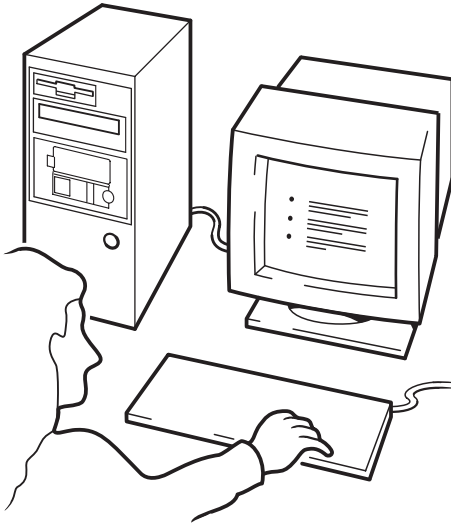

Figura 17c: HP OBDR, paso 3
- 3 Siga las instrucciones de la pantalla para configurar el sistema operativo (consulte la figura 17c). (Variarán en función del software de copia de respaldo utilizado.) Normalmente puede aceptar todas las respuestas predeterminadas a todas las indicaciones presionando <Intro>. La pantalla LCD mostrará el mensaje "Modo OBDR" mientras el cargador automático de cintas restaura el sistema operativo a un estado en el que pueda ejecutar una restauración de datos normal. Una vez se haya configurado y reiniciado el sistema operativo, el mensaje de la pantalla LCD "Modo OBDR" desaparecerá y los indicadores LED de Recámara presente y Actividad de cinta mostrarán una luz verde fija.